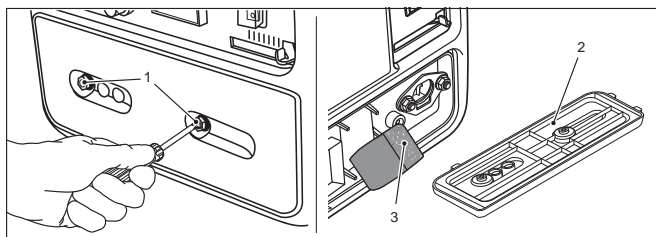

рис. 15
Открутите винты (1) крышки (2) воздушного фильтра и снимите ее (рис. 15). Извлеките фильтрующий элемент (3) (рис. 15).